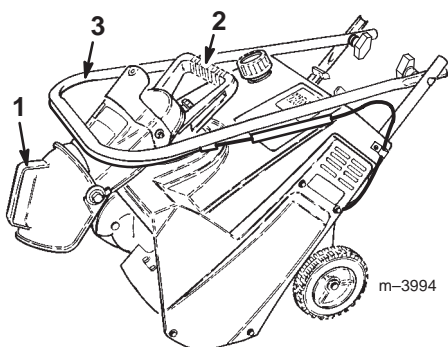

Figure 9
- Rabattre l'éjecteur vers le bas et revisser solidement d'une rondelle et d'un écrou sur le boulon à l'arrière de la poignée de l'éjecteur (Fig. 9).
- Desserrer les boutons du mancheron et replier celui-ci vers le bas en veillant à ne pas pincer le câble de commande (Fig. 9).